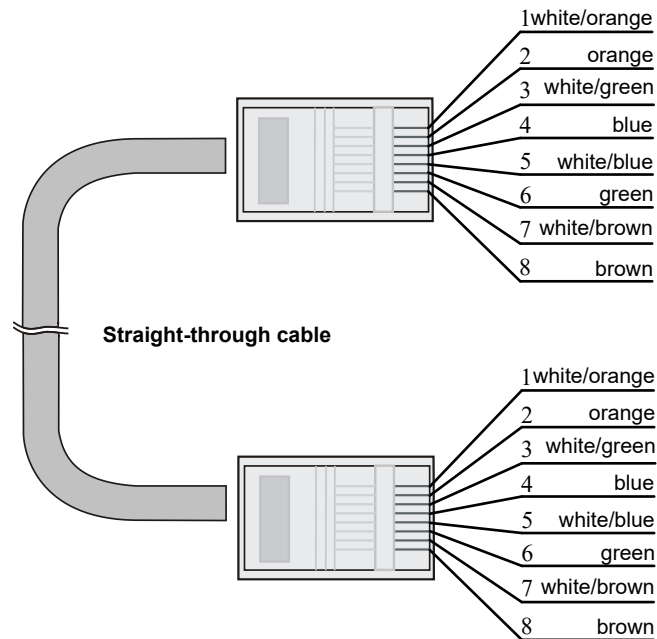

図 8-2 ストレートケーブル
- **ストレートケーブル**：ストレートケーブルの結線を図 8-2に示します。両端のピン配置は、568B 規格に従います。